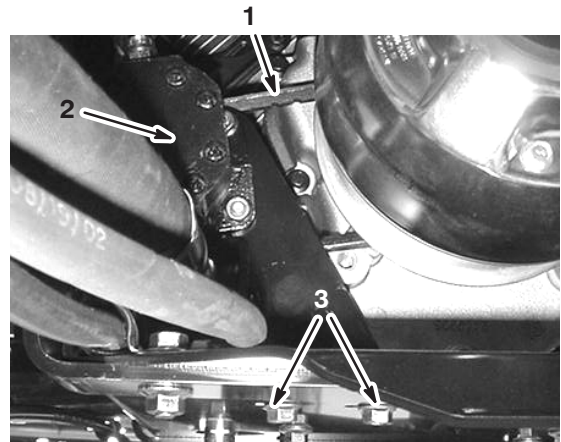

Bild 51
2. Lockern Sie die Befestigungsschrauben der Lenkpumpe (Bild 51).